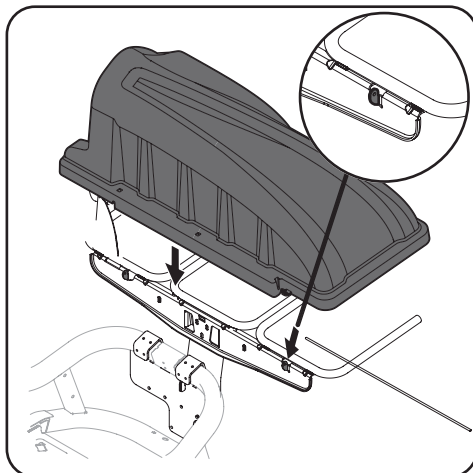

Figure 4-11
5. Installez le couvercle de l'ensacheuse sur le dispositif de soutien de sac, comme illustré à la Figure 4-11. Le couvercle de plastique doit être placé à l'intérieur des deux languettes de montage.